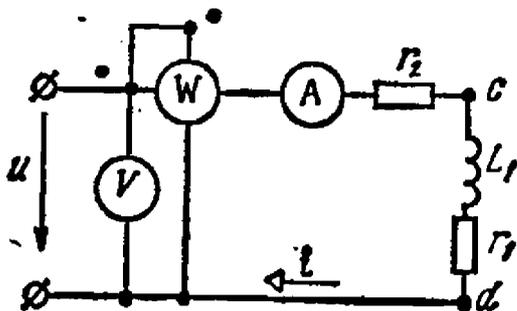

Рис. 3.24
3.24. Приемники, включенные по схеме рис. 3.24, присоединены к сети синусоидального переменного тока. Показания приборов: амперметра — 5 А, вольтметра — 220 В, ваттметра — 940 Вт.